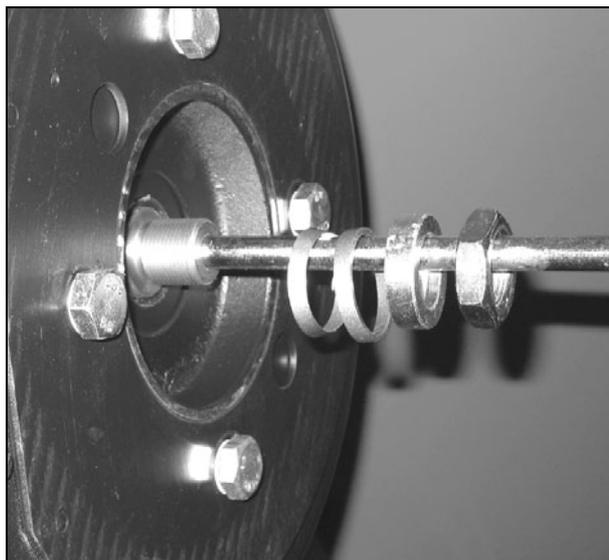

Рисунок 11
- Установите промежуточное кольцо (E) между подшипниками.
- Порядок установки различных деталей показан на (Рис. 11).
- Убедитесь, что величина зазора (X) по всей окружности магнита находится в диапазоне  $1,0 \pm 0,1$  мм.